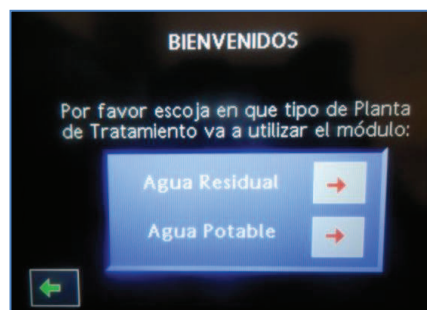

Figura 8. Selección del tipo de Agua
5. Presionar la flecha a la derecha y aparece la pantalla de la Figura 8, se selecciona Agua Residual al presionar la flecha roja correspondiente.
5. Presionar la flecha a la derecha y aparece la pantalla de la Figura 8, se selecciona Agua Potable al presionar la flecha correspondiente.